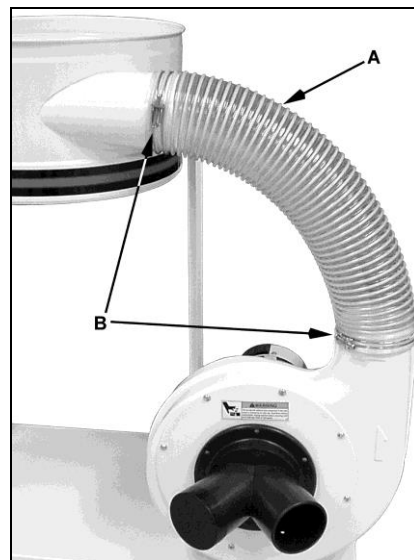

Fig 7
Befestigen Sie den Schlauch (A, Fig 7) mit den 2 gelieferten Schlauchklemmen (B).